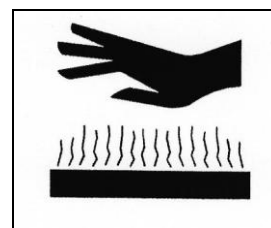

Рис. 1- 37
- Если двигатель жаркий, нельзя столкнуться с двигателем, шумоушителем, выхлопным трубопроводом, реле, чтобы избежать ожога. (Рис.1- 42)